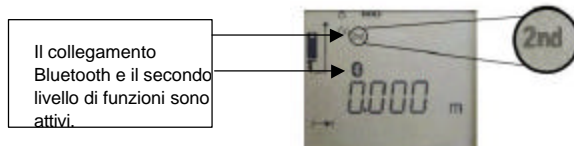

Figura 19
- 1) Verificare che nel DISTO sia attivo il secondo livello di funzioni – Premere  e accertarsi che compaia '2nd' (*Figura 19*).